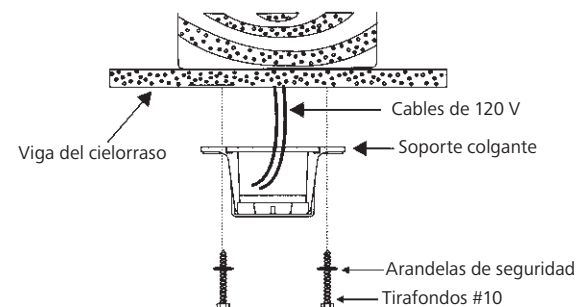

Fig. 7
**Paso 4A.** Asegure el soporte de montaje directamente a una viga de la estructura de la construcción. Utilice únicamente los tirafondos adecuados y las arandelas de seguridad que se incluyen con su ventilador. (Fig. 7) **NOTA:** ESTE PASO ES SÓLO PARA CANADÁ.
**¡PRECAUCIÓN!** EL SOPORTE COLGANTE DEBE INSTALARSE DIRECTAMENTE EN LA VIGA DEL CIELORRASO UTILIZANDO LOS DOS TIRAFONDOS Y ARANDELAS PROPORCIONADOS. (Fig. 7)